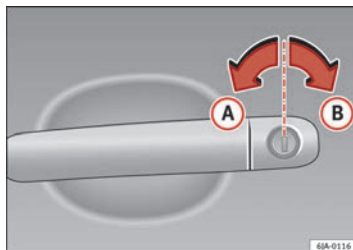

Abb. 46 Positionen des Schlüssels bei Verriegelung und Entriegelung des Fahrzeuges ▶
- Drehen Sie den Schlüssel im Zylinder der Fahrerseite in Fahrtrichtung bis zur Öffnungsposition (A) ⇒ Abb. 46.
- Drehen Sie den Schlüssel im Zylinder der Fahrerseite entgegen der Fahrtrichtung bis zur Schließposition (B) ⇒ Abb. 46.